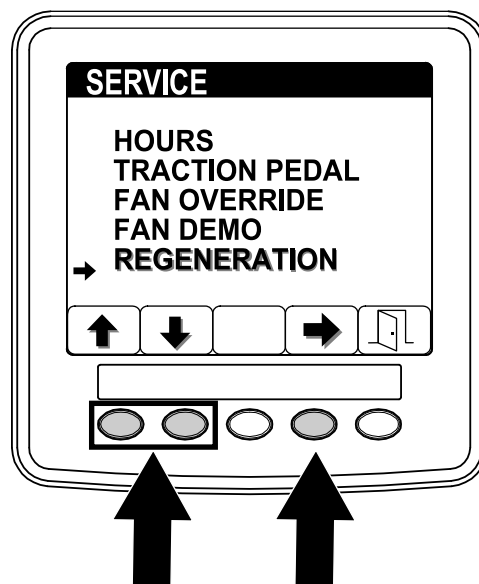

Figura 50
2. Nel menu SERVICE (Manutenzione), premete il pulsante 1 o 2 sino all'opzione REGENERATION (Rigenerazione) e premete il pulsante 4 per selezionare la voce REGENERATION (Rigenerazione) (Figura 50).